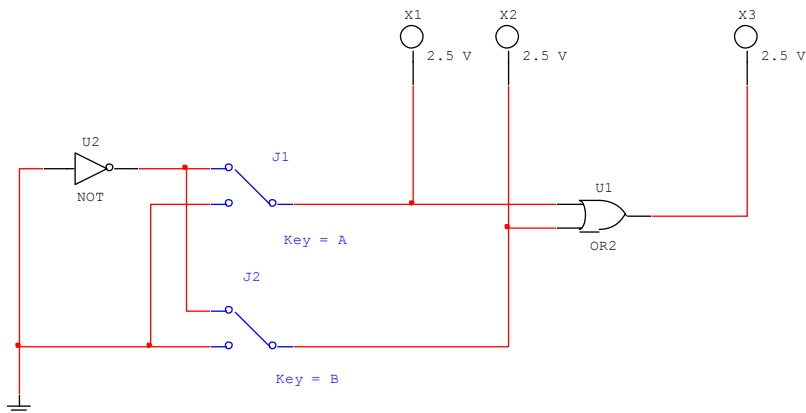

Рис. 24. Схема исследования функции 2ИЛИ
1. Нарисовать схему исследования функции 2ИЛИ (рис. 24).